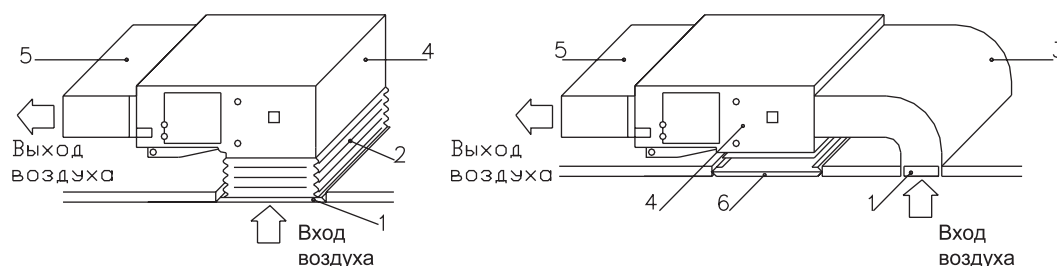

Рис. 10.32 — Подключение воздуховодов к блоку
• С целью снижения вибрации всасывающая труба воздуховода должна соединяться с потолочной заборной решеткой гибким воздуховодом (рис. 10.32).